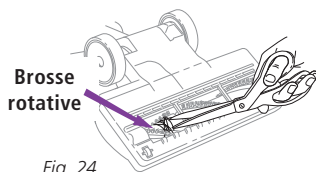

Fig. 24
- 2 Inspectez l'ouverture qui se trouve en-dessous et la brosse rotative. Si une accumulation de débris est présente, la retirer. À l'aide de ciseaux, coupez soigneusement tous fils enroulés autour de la brosse rotative. Évitez d'endommager ou de couper les soies. (Fig. 24)